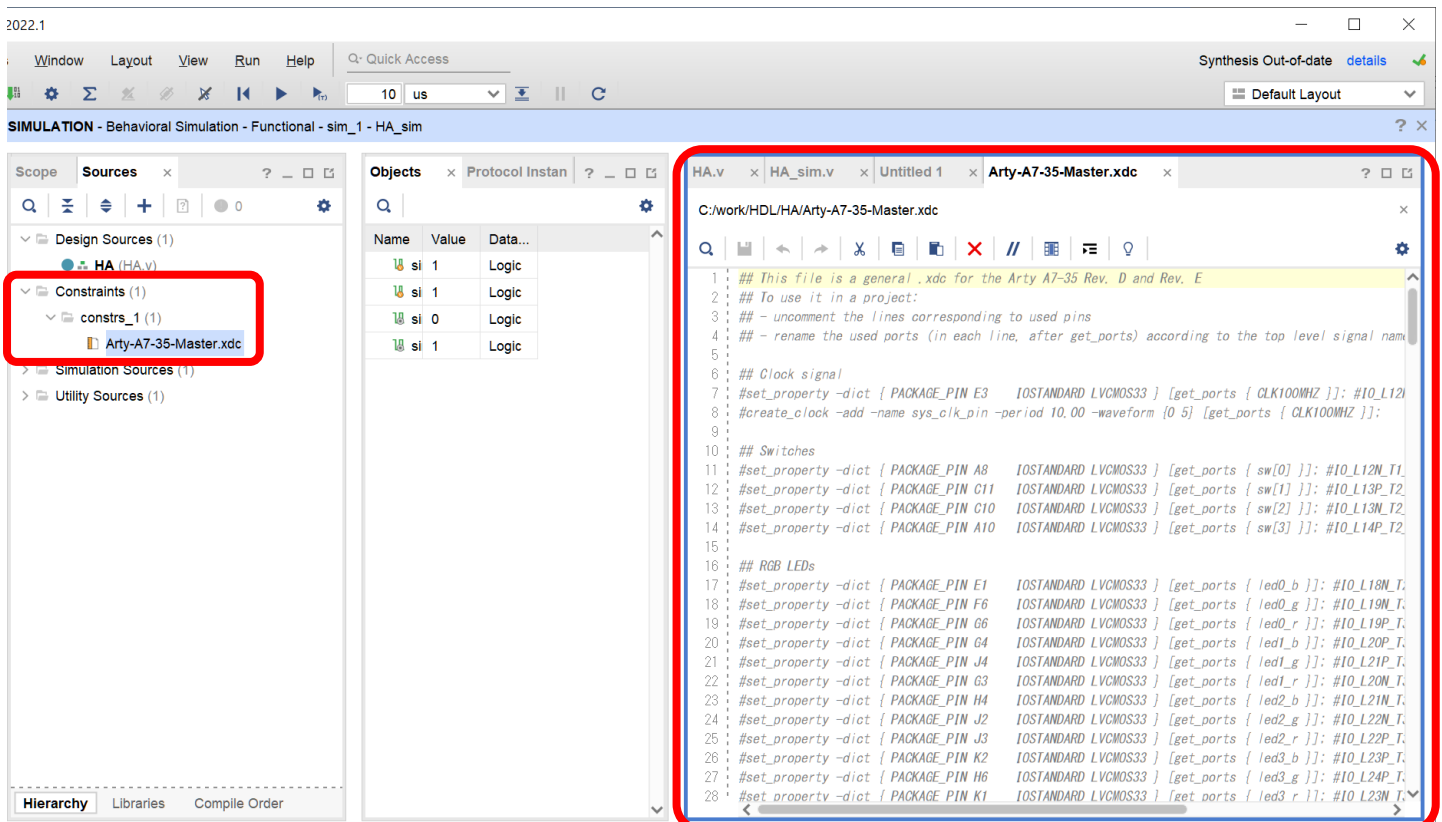

図 11.35 FPGA への実装の手順 5
6) 「Constraints」→「constrs_1」をそれぞれダブルクリックする。その後、「Arty-A7-35-Master.xdc」をダブルクリックする。図 11.35 のように右のエリアに「Arty-A7-35-Master.xdc」タブが追加され、内容が表示される。